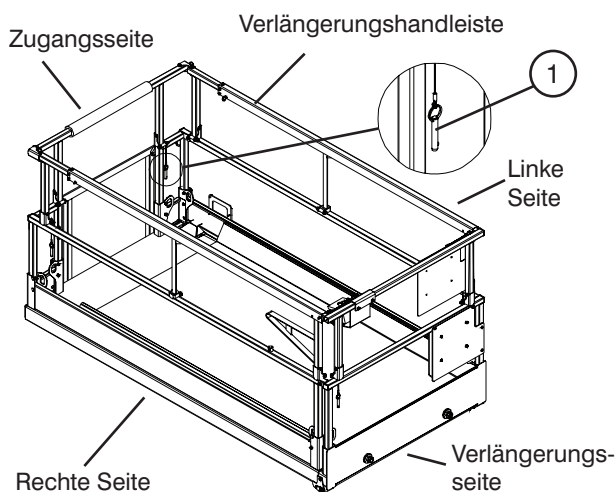

Abbildung 3-11a. Zusammenklappbares Schutzgelenk
7. Die einzelnen Schutzgeländer sorgfältig hochklappen und mit den Verriegelungsbolzen befestigen, darauf achten, dass die Arretierkugel eines jeden Bolzens ganz durchgesteckt ist. (Siehe Abbildung 3-11a).